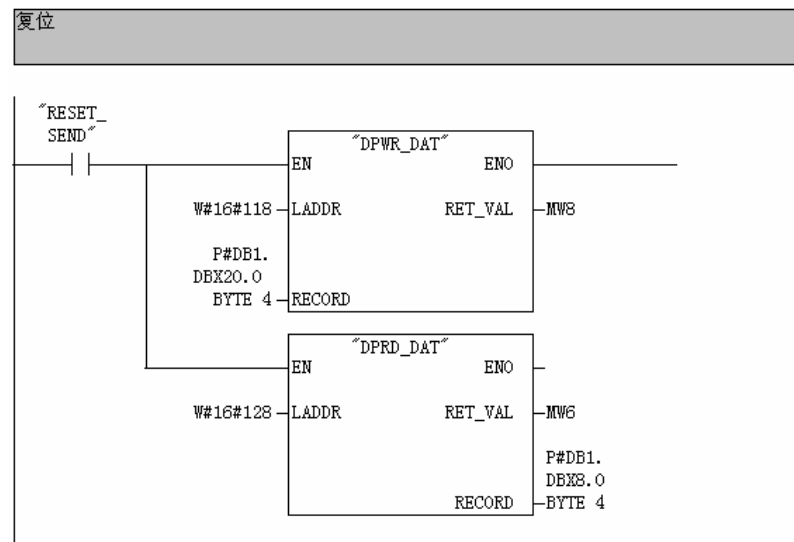

图 4.7 复位程序
并对 DB1 中要发送的 PZD 区赋控制字 (047Ehex) 和主设定值 (0)，然后触发一个复位通讯脉冲 (RESET_SEND)，调用 SFC15 和 SFC14 进行通讯操作，写的操作地址从 280 (118hex) 开始 4 个字节，读的操作地址从 296 (128hex) 开始 4 个字节，变频器 I/O 地址参见组态部分图 3.10 所示，程序如图 4.7 所示。